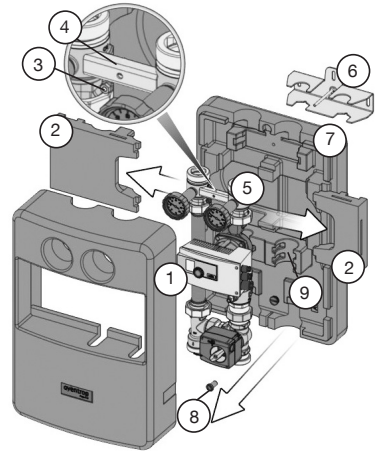

Fig. 4
- Démonter la partie avant de la coquille d'isolation (1) (fig. 4).
- Retirer le bloc d'insertion (2) (en deux parties) (fig. 4).
- Desserrer l'écrou hexagonal (3) à l'aide d'une clé de 10 mm et enlever la plaque d'arrêt (4) (fig. 4).
- Sortir le groupe de robinetterie (5) et la fixation murale (6) de la partie arrière de la coquille d'isolation (7) (fig. 4).